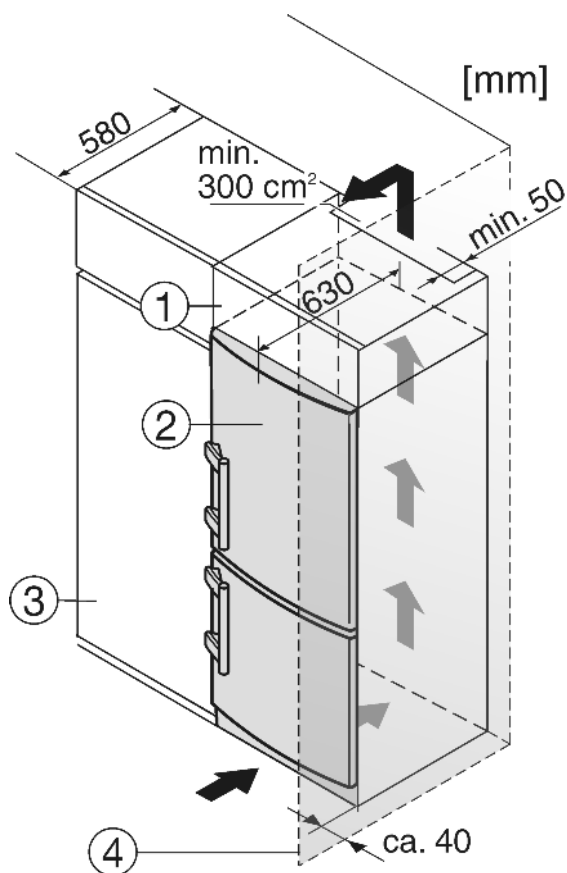

Fig. 5
- (1) Nastavná skříňka
- (2) Přístroj
- (3) Kuchyňská skříň
- (4) Stěna
Zařízení lze zabudovat do vybavení kuchyně. K vyrovnání přístroje *Fig. 5 (2)* na výšku kuchyňské linky lze na přístroj nasadit odpovídající nástavec *Fig. 5 (1)*.
Při montáži do kuchyňských skříní (hloubka max. 580 mm) lze přístroj instalovat hned vedle kuchyňské skříně *Fig. 5 (3)*. Dvířka přístroje přesahují přední stěnu kuchyňské skříně na stranách o 34 mm a uprostřed o 50 mm. To umožňuje jejich volné otevírání a zavírání.
Když se přístroj instaluje závěsy vedle stěny *Fig. 5 (4)*, musí být vzdálenost přístroje od stěny alespoň 40 mm. To odpovídá přesahu madla při otevřených dvířkách.